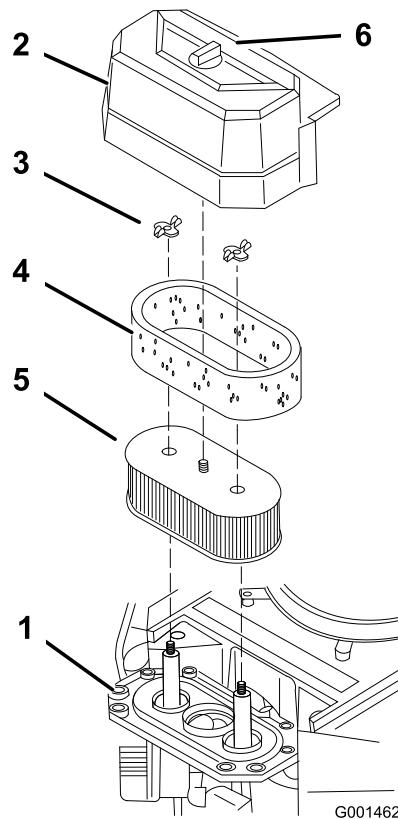

Figura 28
3. Limpie alrededor del limpiador de aire de forma que la suciedad no penetre en el motor y cause daños (Figura 28).
4. Desenrosque el pomo de la cubierta y retire la cubierta del limpiador de aire (Figura 28).
5. Desenrosque las 2 tuercas de orejeta y retire el conjunto del limpiador de aire (Figura 28).
6. Retire cuidadosamente el filtro de gomaespuma del filtro de papel (Figura 28).
1. No limpie el filtro de papel, cámbielo (Figura 28).
1. Deslice cuidadosamente el filtro de gomaespuma sobre el filtro de papel (Figura 28).
2. Coloque el conjunto del limpiador de aire sobre la base del limpiador de aire y fíjelo con 2 tuercas de orejeta (Figura 28).
3. Coloque en su posición la cubierta del limpiador de aire y apriete el pomo de la cubierta (Figura 28).